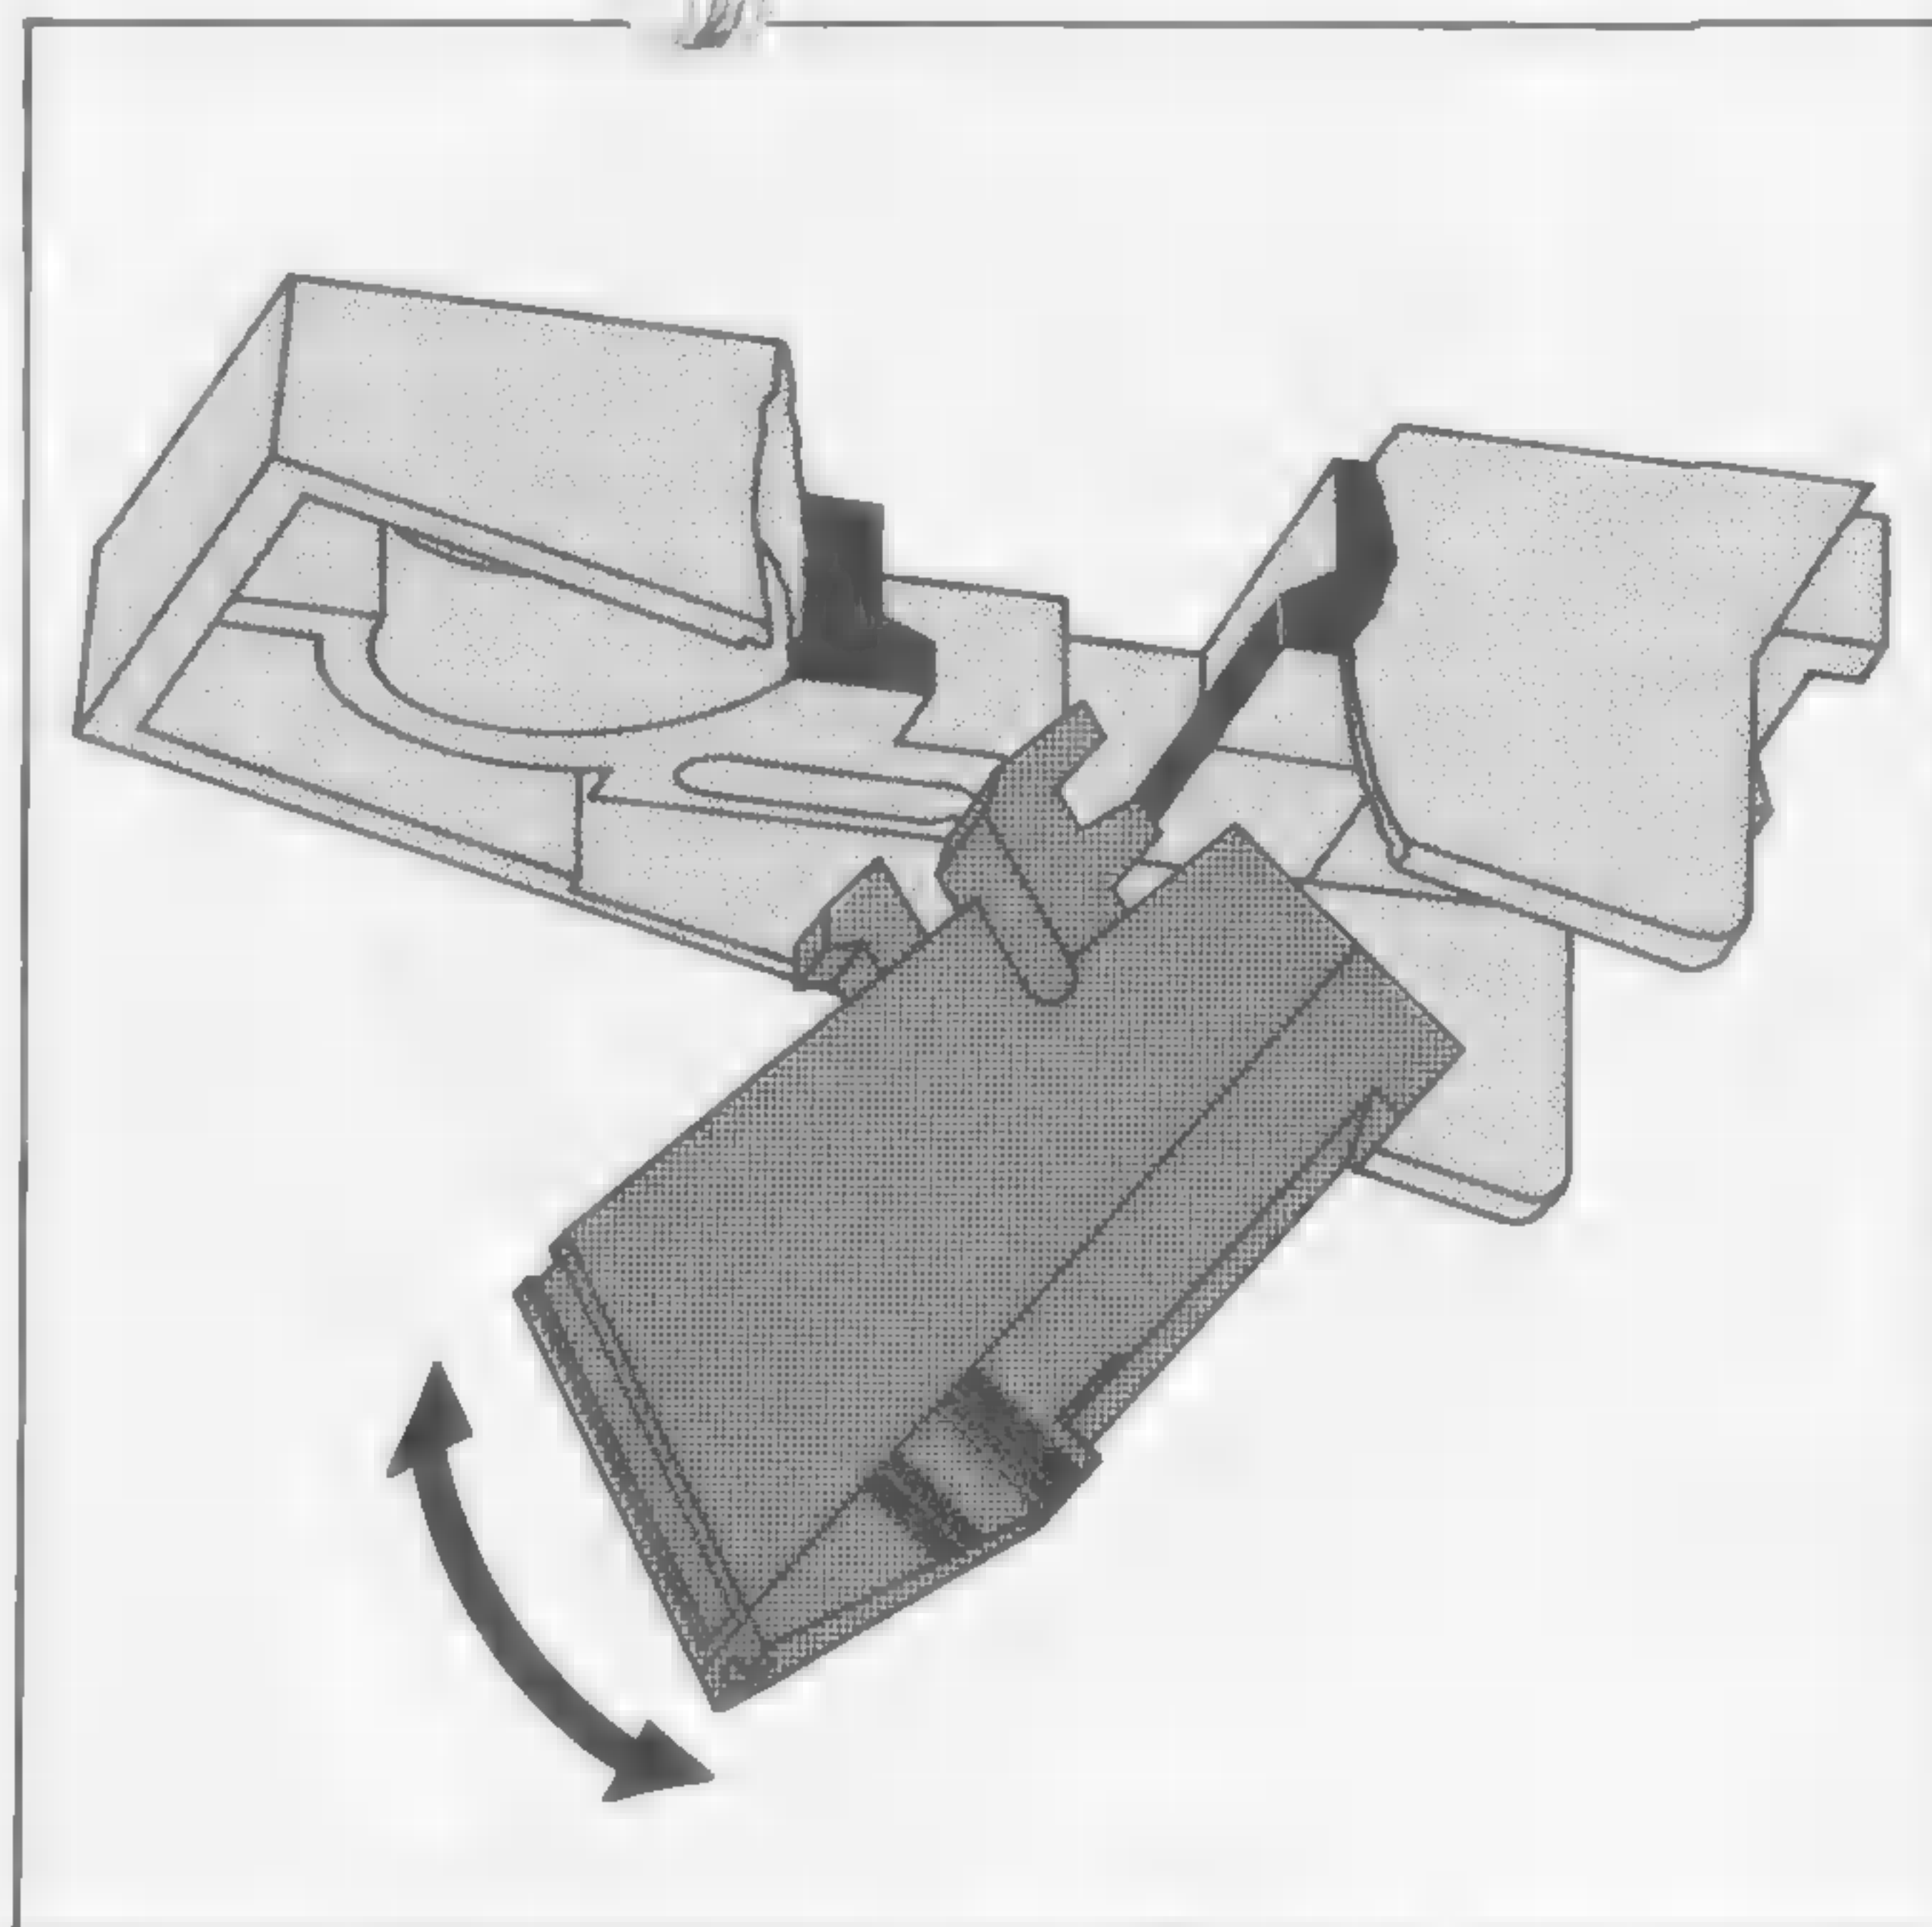

Fig. 15
1. Pour monter la cellule, retirez le porte-cellule (9) du bras en repoussant la poignée du bras (10) vers l'arrière. Maintenez la cellule qui tombe après ouverture du verrouillage.
2. Fixez la cellule sur le porte-cellule en utilisant les accessoires joints à la cellule. Vérifiez que la cellule est montée à l'emplacement géométrique correct dans le porte-cellule. (fig. 15).
1. Om het systeem te verwisselen de systeemhouder (9) van de arm losmaken, door de toonarmgreep (10) naar achteren te drukken. Hierbij de systeemhouder vasthouden, omdat deze anders valt.
2. Het toonsysteem op de systeemhouder bevestigen. Dit moet op de meetkundig juiste plaats gemonteerd worden (fig. 15). Gebruik
2. Befestigen Sie das Tonabnehmersystem unter Verwendung des dem Tonabnehmer-system beigefügten Zubehörs auf dem Systemträger. Zu beachten ist, daß das Tonabnehmersystem am geometrisch richtigen Ort im Systemträger montiert wird (Fig. 15).
2. Using the hardware provided, mount the cartridge on the cartridge holder. Use the gauge to make sure that the cartridge is mounted in the geometrically proper place in the cartridge holder (Fig. 15).
2. Sujete el sistema fonocaptor, bajo empleo de los accesorios adicionales al mismo, en el portasisistema. Debe tenerse en cuenta que el sistema fonocaptor sea montado en el lugar geoméricamente correcto en el portasisistema (Fig. 15).
akta att pick-upen blir monterad på det geometriskt riktiga sättet på systemunderlaget (fig. 15).